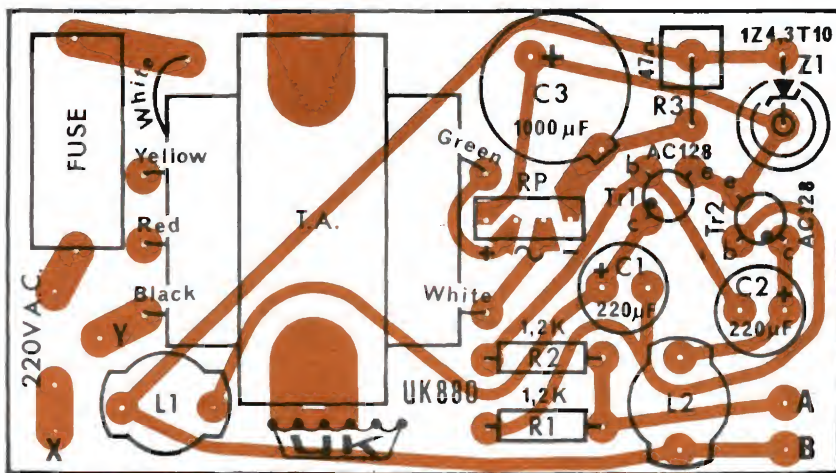

Fig. 2 - Serigrafia del circuito stampato.
- Appoggiare sul circuito stampato il rad-drizzatore a ponte R. P. e saldare i relativi terminali, rispettando la polarità, come indicato nella fig. 2.
tando di invertirli fra loro ed attenendosi a quanto indicato nella fig. 2. Il corpo dei transistori dovrà distare dalla basetta del circuito stampato di circa 8 mm.
- Infilare e saldare i terminali dei due condensatori elettrolitici C1 e C2, i quali dovranno essere disposti verticalmente sul circuito stampato. Rispettare la polarità, attenendosi alla fig. 2.
- Appoggiare sul circuito stampato i due zoccoli portalampadine, come indicato nella fig. 2, e saldarne i relativi terminali.